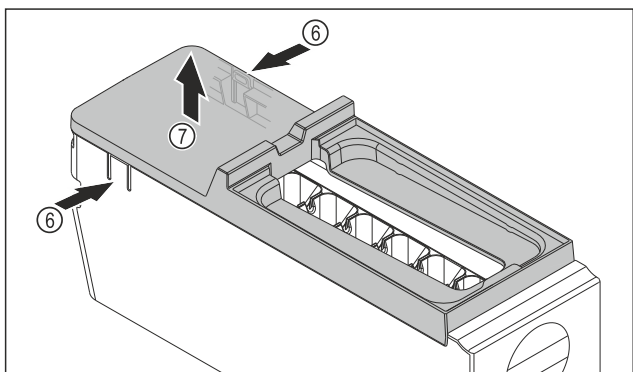

Fig. 112
- ▶ Vyjmutí krytu korpusu EasyTwist-Ice: Lamely Fig. 112 (6) na obou stranách korpusu EasyTwist-Ice stlačte jednou rukou.
- ▶ Kryt Fig. 112 (7) vyjměte druhou rukou nahoru.